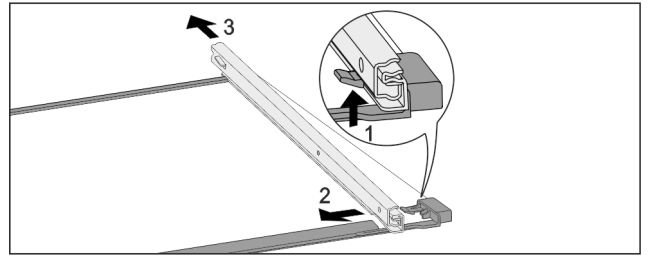

Fig. 191 Placa de vidrio con guías
- ▶ Presione hacia arriba el gancho de retención delantero. Fig. 191 (1)
- ▶ Retire la guía extraíble hacia un lado Fig. 191 (2) y hacia atrás Fig. 191 (3).